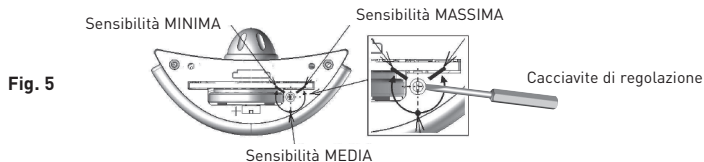

Fig. 5
- Agire sul potenziometro di regolazione per modificare la sensibilità (Fig. 5).